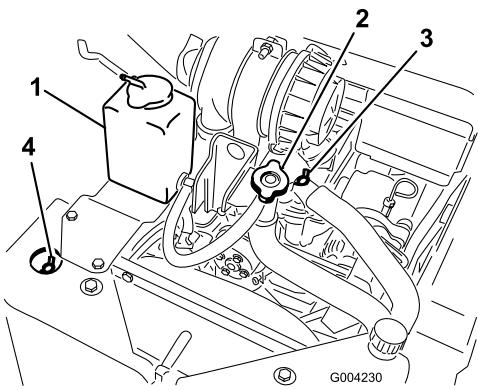

Figure 20
- A. Enlevez le bouchon de remplissage (Figure 20).
- B. Ouvrez les soupapes de purge de liquide de refroidissement avant et supérieure (Figure 20).
- C. Versez du liquide de refroidissement dans le goulot de remplissage jusqu'à ce qu'il commence à sortir par la soupape de purge avant (Figure 20).
- D. Fermez la soupape de purge avant (Figure 20).
- E. Versez du liquide de refroidissement dans le goulot de remplissage jusqu'à ce qu'il commence à sortir par la soupape de purge supérieure (Figure 20).
- F. Fermez la soupape de purge supérieure (Figure 20).
- G. Versez du liquide de refroidissement dans le goulot de remplissage jusqu'à ce qu'il monte dans le goulot (Figure 20).
- H. Remettez le bouchon de remplissage (Figure 20).
- I. Ajoutez du liquide de refroidissement dans le vase d'expansion jusqu'à ce qu'il atteigne le trait du plein sur le côté du vase (Figure 20).